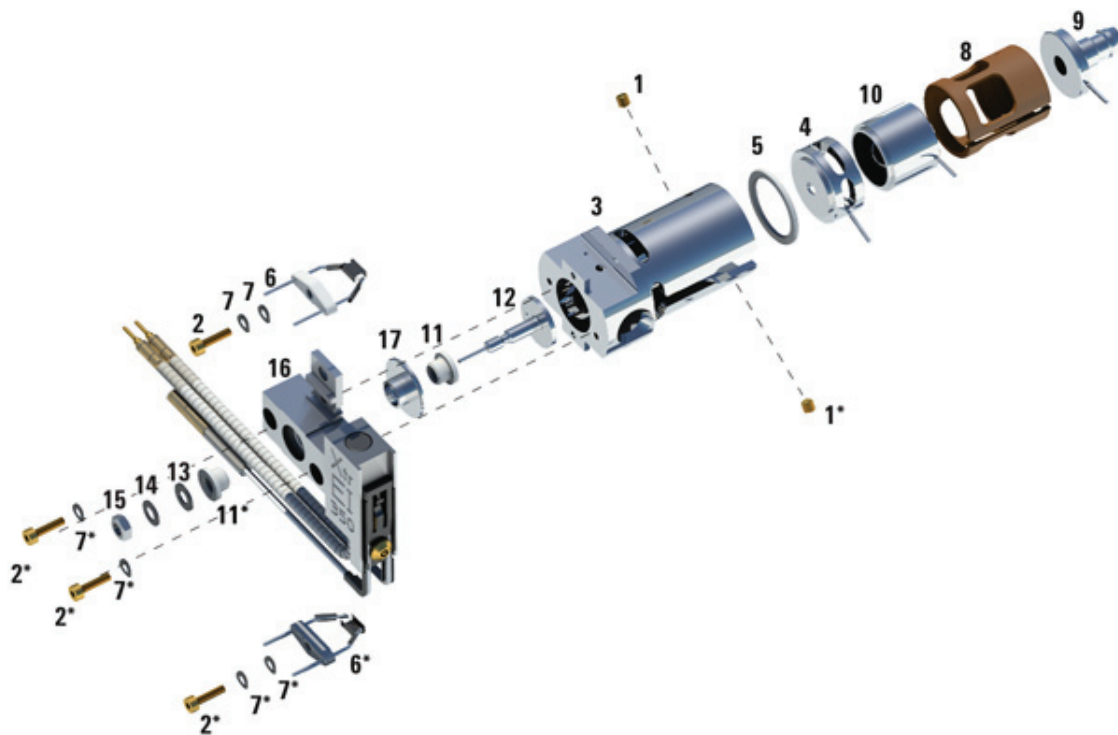

Figure 63. Montage de la source EI HydroInert
Se reporter à la vue éclatée des pièces **Figure 63** et à la liste des pièces de la source EI HydroInert **Tableau 25** page 212 en suivant cette procédure.
- 3 Insérer la lentille d'entrée et la lentille de focalisation d'ions dans l'isolant dans l'ordre indiqué dans la **Figure 63** page 212.
Tableau 25 Liste des pièces de la source EI HydroInert (Figure 63)
Tableau 25 Liste des pièces de la source EI HydroInert (Figure 63) (suite)